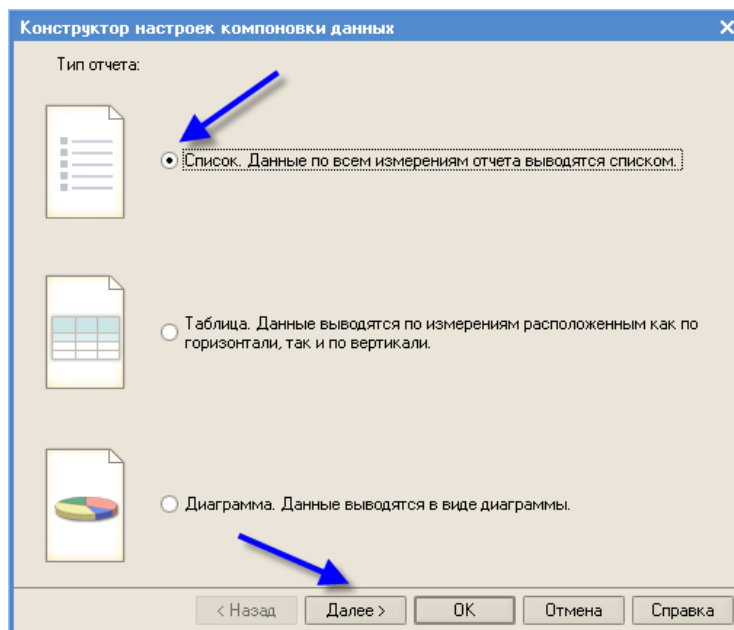

Рис. 150
- в окне отчета *Остатки материалов по свойствам* перейдите в режим *Конструктор настроек* и укажите тип создаваемого отчета (рис. 150);